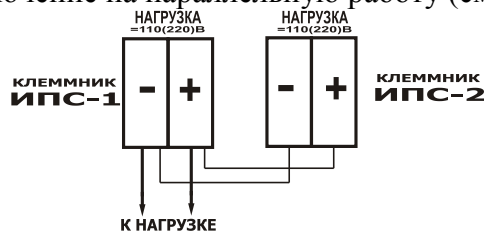

Рис.3
5.8. ИПС допускает включение на параллельную работу (см. рис.3)